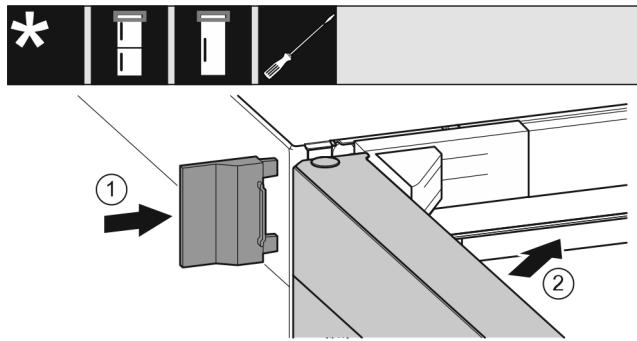

Fig. 21
- Ωθήστε το εξωτερικό κάλυμμα. Fig. 21 (1)
- Κλείστε την επάνω πόρτα. Fig. 21 (2)